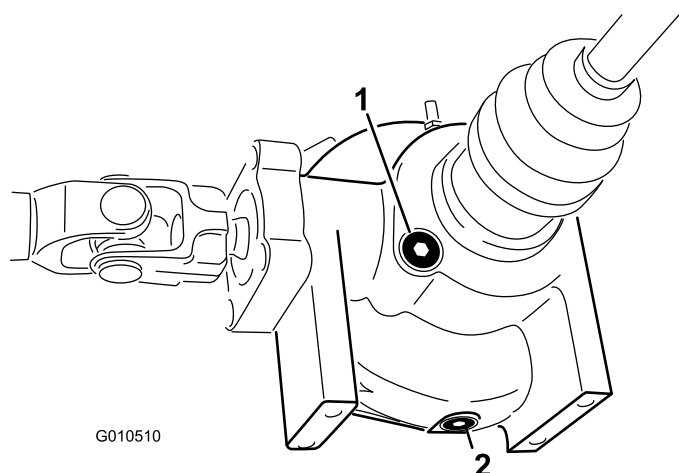

Figura 20
2. Limpe a área em torno do bujão de enchimento e controle o nível na parte lateral do diferencial (Figura 20).